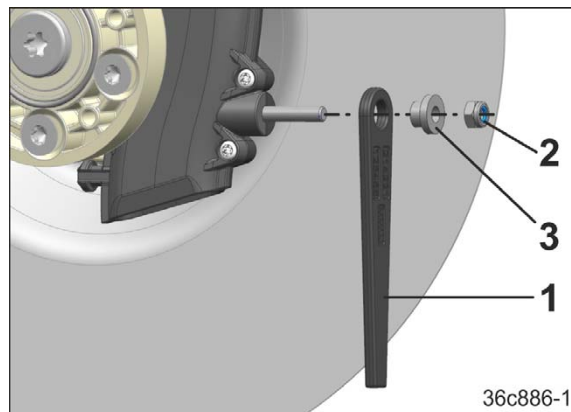

Fig. 262
Kontroller støtleppen (Fig. 262/1) for slitasje. Skift ut slitte støtlepper.
2. Løsne 6°kt-mutter (Fig. 262/2), fjern hylsen (Fig. 262/3) og skift ut støtleppen (Fig. 262/1).